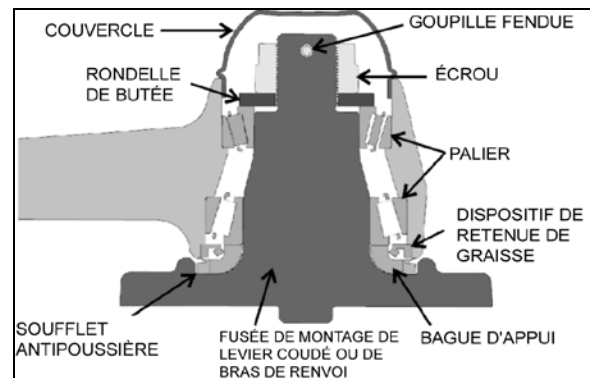

FIGURE 14: MOYEU DE LEVIER COUDÉ OU DE BRAS DE RENVOI
2. Démontez le couvercle (Figure 14).
3. Enlever la goupille fendue, l'écrou et la rondelle de butée fixant le levier coudé ou le bras de renvoi au châssis du véhicule. Déconnecter la fusée de montage du levier coudé ou du bras de renvoi. Enlever les paliers, le dispositif de retenue de graisse, la bague d'appui et le levier coudé ou le bras de renvoi de sa fusée de montage (Figure 14).
Poser le dispositif de retenue de graisse conformément à Figure 14. La graisse doit pouvoir évacuer le mécanisme de levier coudé ou de bras de renvoi. Pour la pose du dispositif de retenue de graisse, utiliser l'outil Prevost n° 110683.